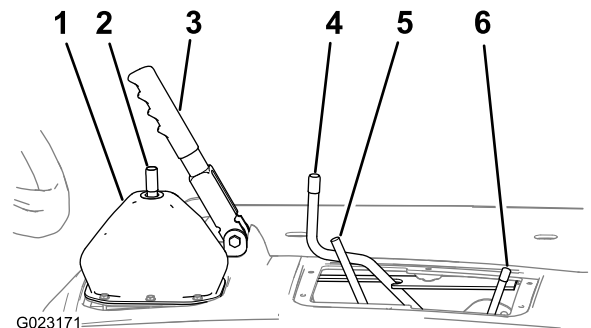

Figura 11
1. Certifique-se de que o travão de estacionamento está accionado (Figura 11).
2. Mova a barra do bloqueio do diferencial para a frente e para a direita (Figura 11).